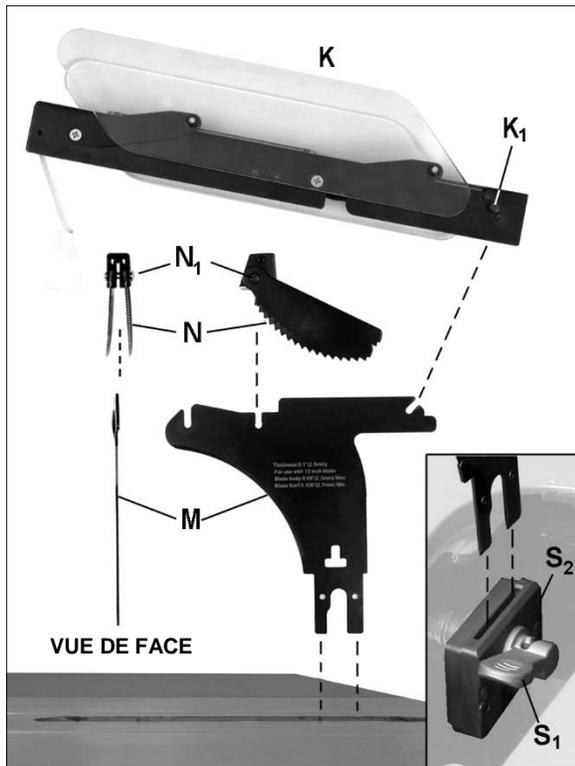

Figure 6-10 : Installer l'ensemble de protection
Voir la Figure 6-10.
2. Positionnez l'ensemble de linguets antirecul (N, Figure 6-10) de façon à ce que le côté incliné du bloc à linguets soit orienté vers l'avant de la scie, comme cela est illustré.
3. Baissez l'ensemble à linguets sur l'encoche centrale du couteau séparateur, avec les cliquets à cheval sur la lame. Enfoncez et maintenez enfoncé le bouton du bloc à linguets (N1, Figure 6-10), et enfoncez le bloc à linguets jusqu'à ce qu'il s'enclenche fermement dans l'encoche.